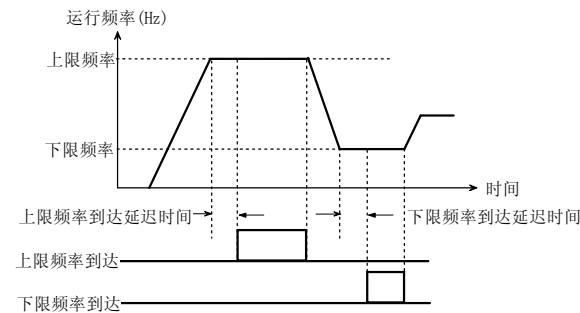

图 5-3-10 上下限频率到达
- ◆ 此两项功能在P3.13~P3.17设定D0、Y1、Y2，继电器1，继电器2输出选择为“FDTH 上限频率到达”或“FDTL 下限频率到达”时有效。通常用在多台电机工频、变频切换时，为防止负载抖动，信号不稳定而设置，如图5-3-10所示。